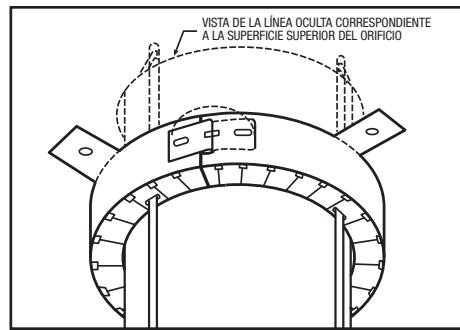

Figura 4: pase las correas, coloque el PPD al ras, bloquéelo y asegúrelo.
- E. Deslice el PPD hasta que quede al ras de la superficie del sustrato y cierre el PPD a su posición bloqueada final en el cerrojo. Luego, doble la pestaña del cerrojo del todo para asegurarla (Figura 4).